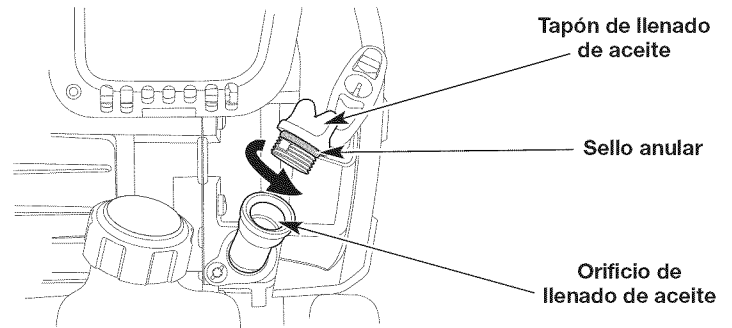

Fig. 8
4. Desenrosque el tapón de llenado de aceite (Fig. 8).
6. Vierta el contenido de la botella completa en el orificio de llenado de aceite (Fig. 8). **NO** rebose el tanque. Consulte la sección *Cómo comprobar el nivel de aceite*.
NOTA: Asegúrese de que el sello anular esté colocado en el tapón de llenado de aceite (Fig. 8).